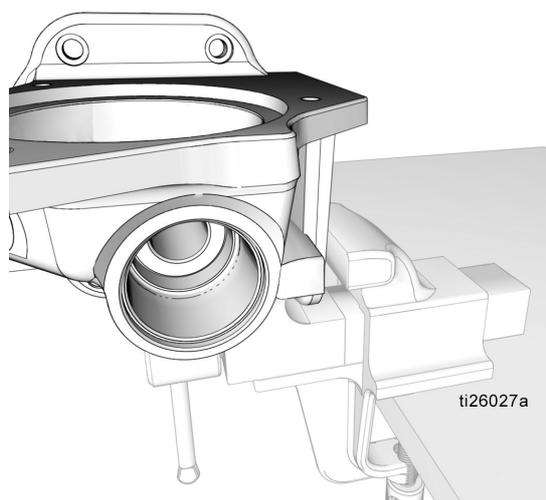

FIG. 42
4. Coloque de nuevo la base de la bomba (1) en el tornillo de banco como se observa en FIG. 42.